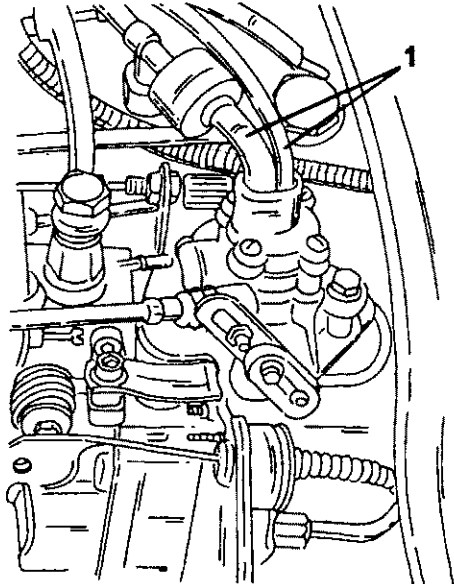

Рис. 415. Отсоединить два вакуумных шланга (1) с верхней стороны топливного насоса высокого давления.
- Вывернуть заглушку отверстия (1) для контроля верхней мертвой точки на рисунке 409.
- При наличии системы рециркуляции отработавших газов отсоединить два вакуумных шланга с верхней стороны топливного насоса высокого давления (с белой части с правой стороны насоса, см. рисунок 415).